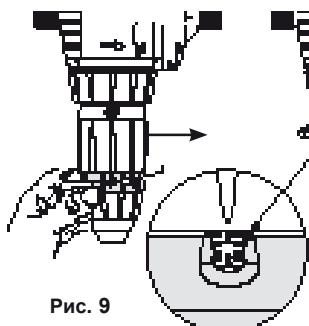

Рис. 9
- Освободите стопорное кольцо (Рис. 9).